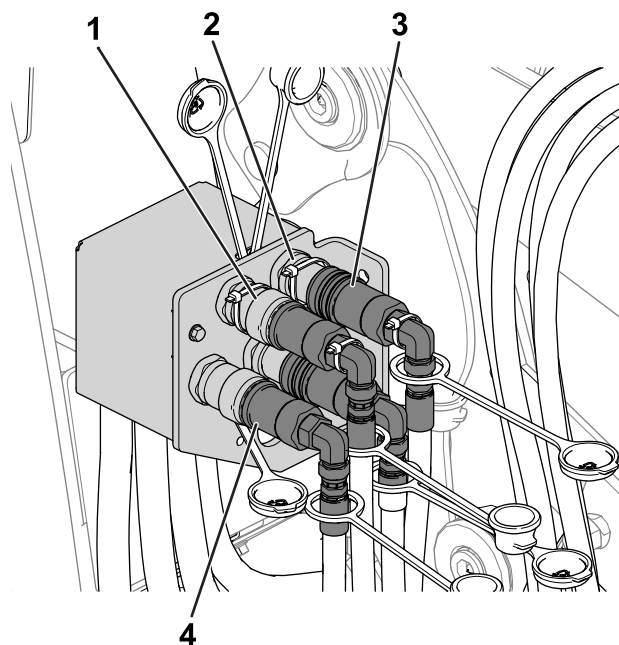

Figure 54
5. Rebranchez les coupleurs hydrauliques (Figure 54) en procédant comme suit :